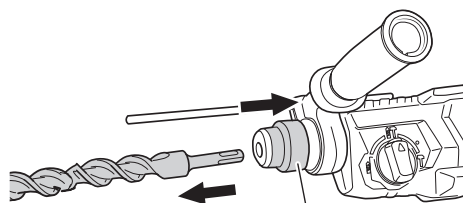

图 2
(4) 拆下工具时，首先请按箭头所示方向将夹卡完全拉出，然后将钻头从夹卡上拉下。(图 2)
5. 安装集尘杯和集尘器 (B) (选购附件)